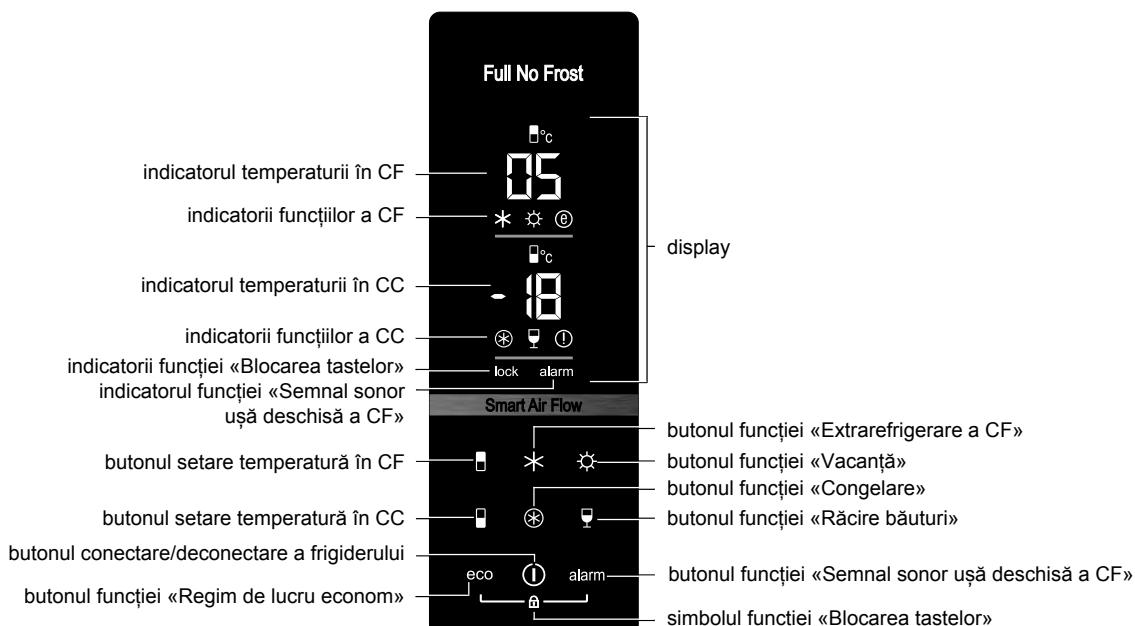

Figura 3 – Panoul de control
1.3 Pe ușa frigiderului se află panoul de control după cum este indicat în figura 3, care vă permite să setați temperatura în compartimente, să porniți/opriți frigiderul, să activați funcții, și care vă furnizează o indicare luminoasă pe display.
2.3 Display-ul arată indicatorii de funcționare a frigiderului (prezentate demonstrativ în figura 3). Indicatorii afișează temperatură selectată și indică activarea funcțiilor.
3.3.1 Fiecare funcție este pornită prin atingerea butonului corespunzător – indicatorul funcției se aprinde pe display după cum este prezentat în figura 3. Când butonul este atins din nou, indicatorul se stinge, funcția este oprită.
3.10.1 Pentru a porni funcția trebuie să atingeți simultan tastele «eco» și «alarm» și menținută atingerea timp de 3 secunde (în figura 3 este demonstrat simbolul ⊕). Pe display se va aprinde indicatorul «lock» și toate tastele panoului de control vor fi blocați în afară de tastele «eco» și «alarm».